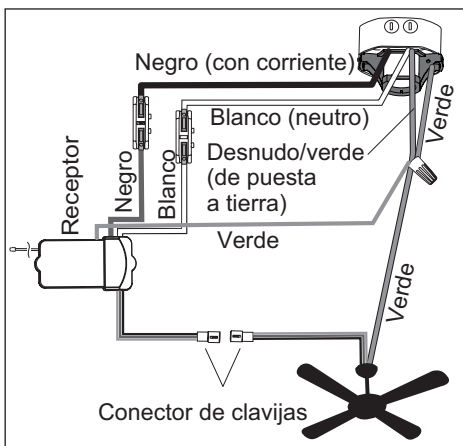

Figura 5.1
1. Realice las siguientes conexiones de cables según el diagrama y estos pasos (Figura 5.1):